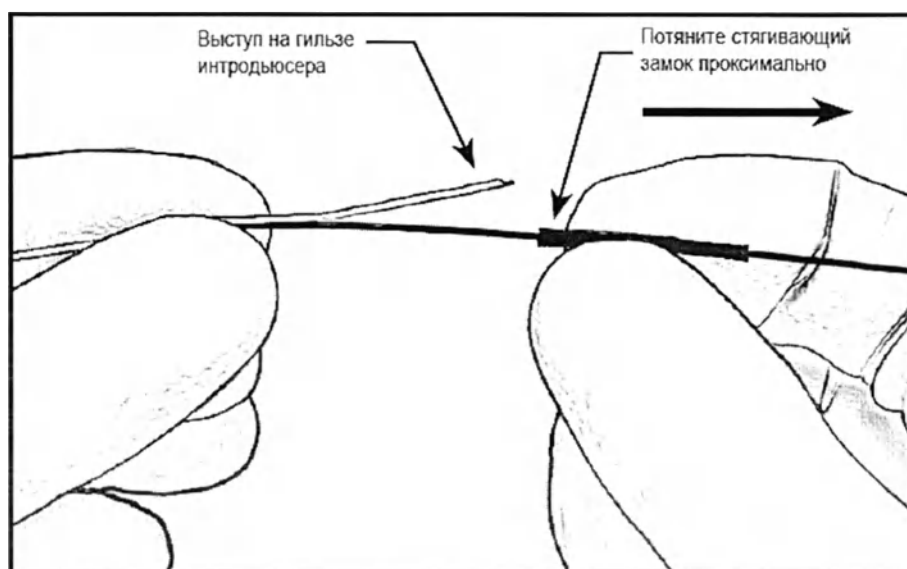

Рисунок 3 – Потяните стягивающий замок проксимально
16. Держите устройство непосредственно за стягивающим замком и потяните стягивающий замок проксимально для получения доступа к выступу на гильзе интродьюсера. См. Рисунок 3.